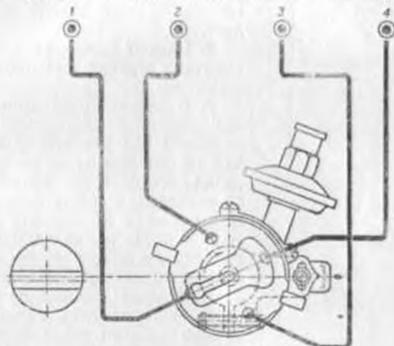

Рис. 63. Установка прерывателя-распределителя
4. Отпустив стяжной винт 22 пластины 20, установить корпус прерывателя так, чтобы вакуумный регулятор располагался по отношению к указанной выше плоскости на стороне, противоположной стяжному винту 22, а токораздаточная пластина ротора находилась против контакта первого цилиндра (как показано на рис. 63), и слегка затянуть винт 22.
тора. При увеличении оборотов двигателя грузики σ (рис. 63), расходясь под действием центробежной силы, своими шпалами через пластину 19 поворачивают втулку 16 с кулачком 7 на некоторый угол относительно вала 1 по направлению его вращения, увеличивая тем самым опережение зажигания. При уменьшении оборотов грузики под действием пружин 55 сходятся, проворачивая кулачок в обратном направлении и уменьшая опережение. Центробежный регулятор начинает изменять опережение зажигания при 600 об/мин коленчатого вала и дает при 3400 об/мин опережение, равное 20—25°.